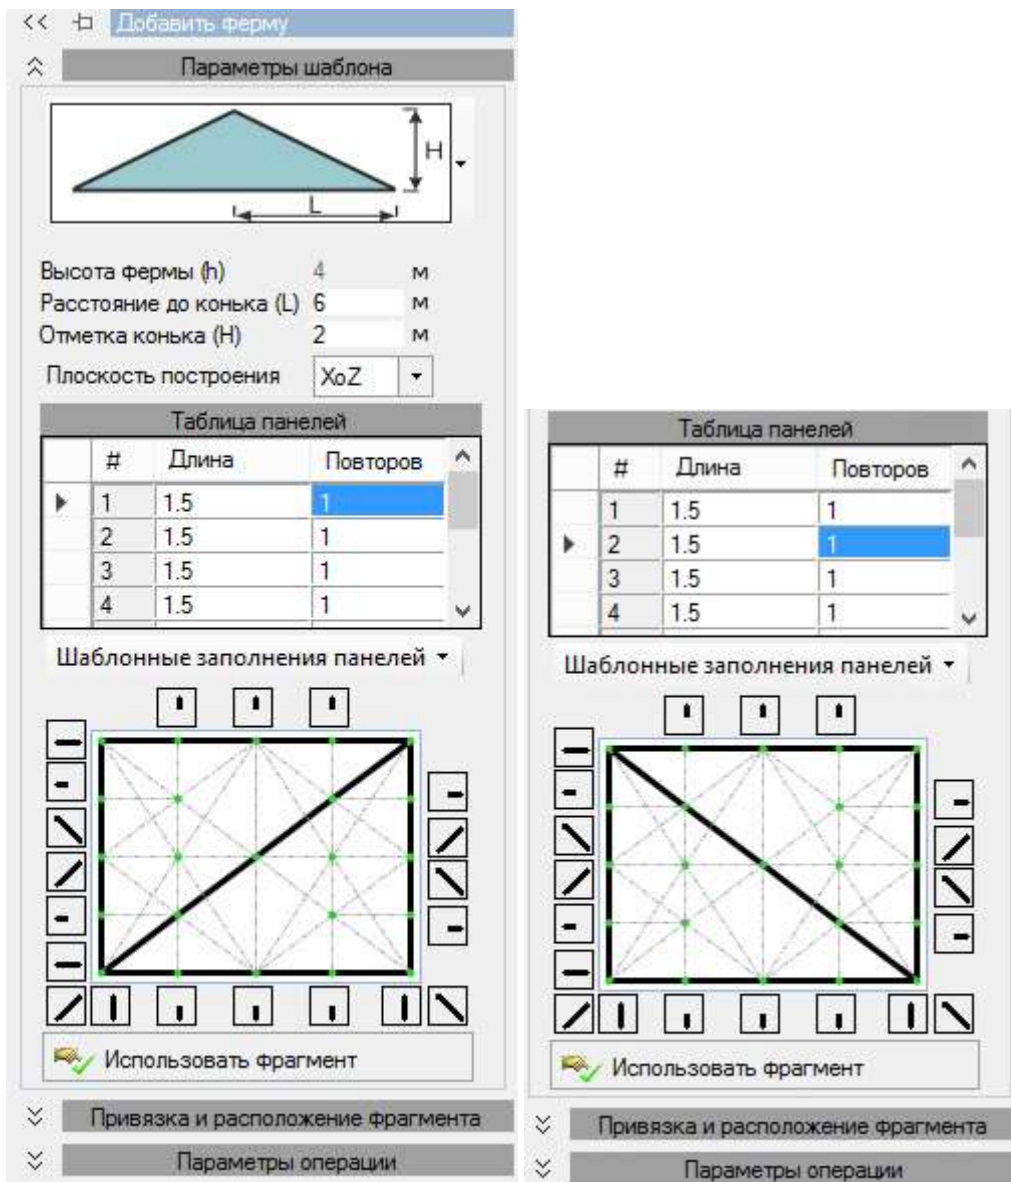

Рис. 3.21 Параметры фермы
- Введем необходимые параметры для фермы (Рис. 3.21)